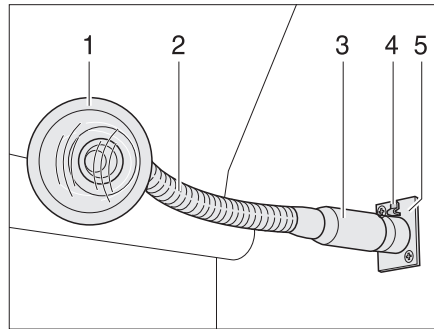

Fig. 107 Caja de enchufe con lámpara enchufada
- Sujetar la lámpara enchufable (Fig. 107,3) por el pie.
- Presionar el botón de desbloqueo (Fig. 107,4).
- Tirar la lámpara enchufable (Fig. 107,1) fuera de la caja de enchufe (Fig. 107,5).
- Agarrar la lámpara enchufable del "cuello de cisne" (Fig. 107,2) (caso disponible) o de la carcasa, y girarla.